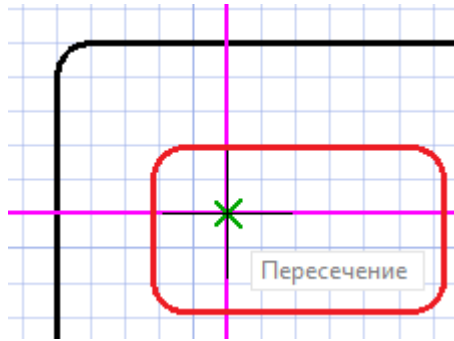

Рисунок 6.22
- установить мышкой курсор в зону пересечения разметочных прямых в левом, верхнем углу прямоугольника. После захвата точки режимом "Привязка" – появления маркера – выполнить *КЛК* (рис. 6.22).